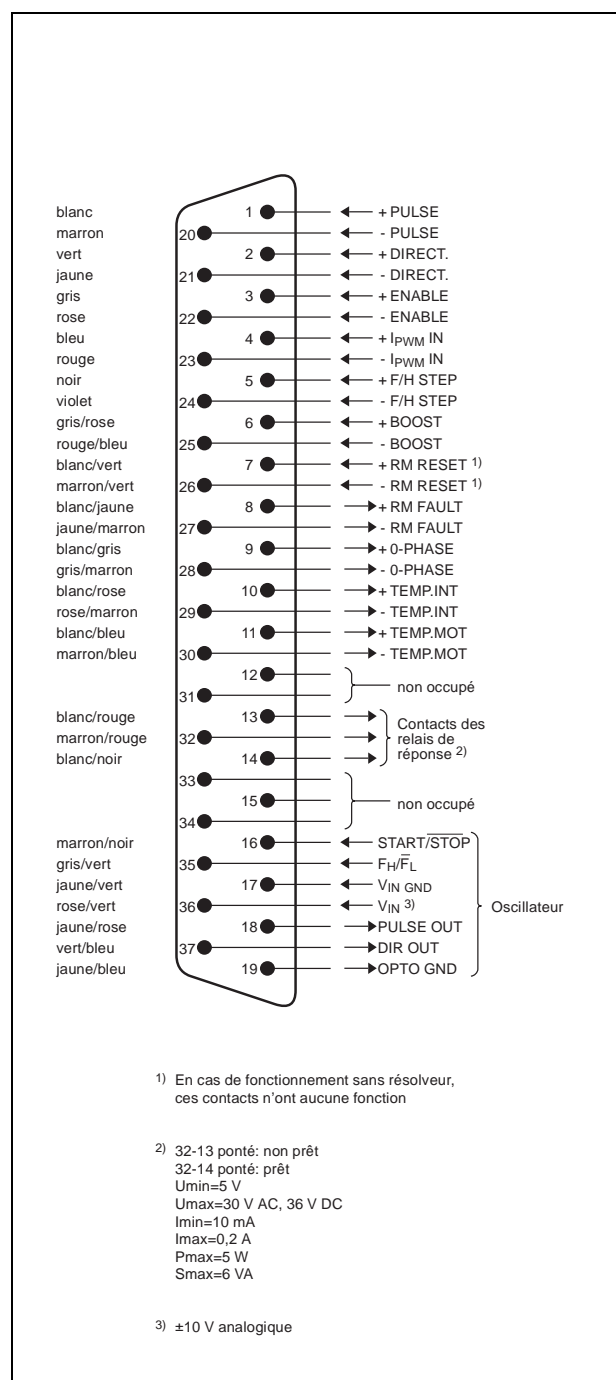

Figure 2-6 Raccordement du câble de signalisation
1. Torsader les fils du câble de signalisation par deux et les braser sur les raccordements des douilles à 37 pôles Sub-D, conformément à la figure 2-6.
- Raccorder le compteur de fréquence au connecteur de signalisation 04 (figure 2-6) de la manière suivante: